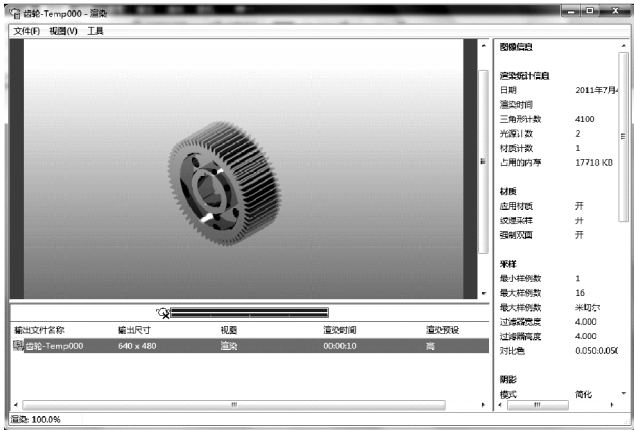

图 14-37 渲染窗口
1) 单击【渲染】工具栏【中】后的倒三角，选择“高”，将渲染预设设置为高。单击【渲染】按钮，弹出渲染窗口，如图 14-37 所示。